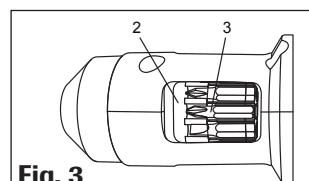

Fig. 3
2. Tournez le bâillet à embouts (2) jusqu'à l'embout souhaité (3). La fenêtre grossissante vous montre si vous avez choisi l'embout qui convient. (Fig. 3)